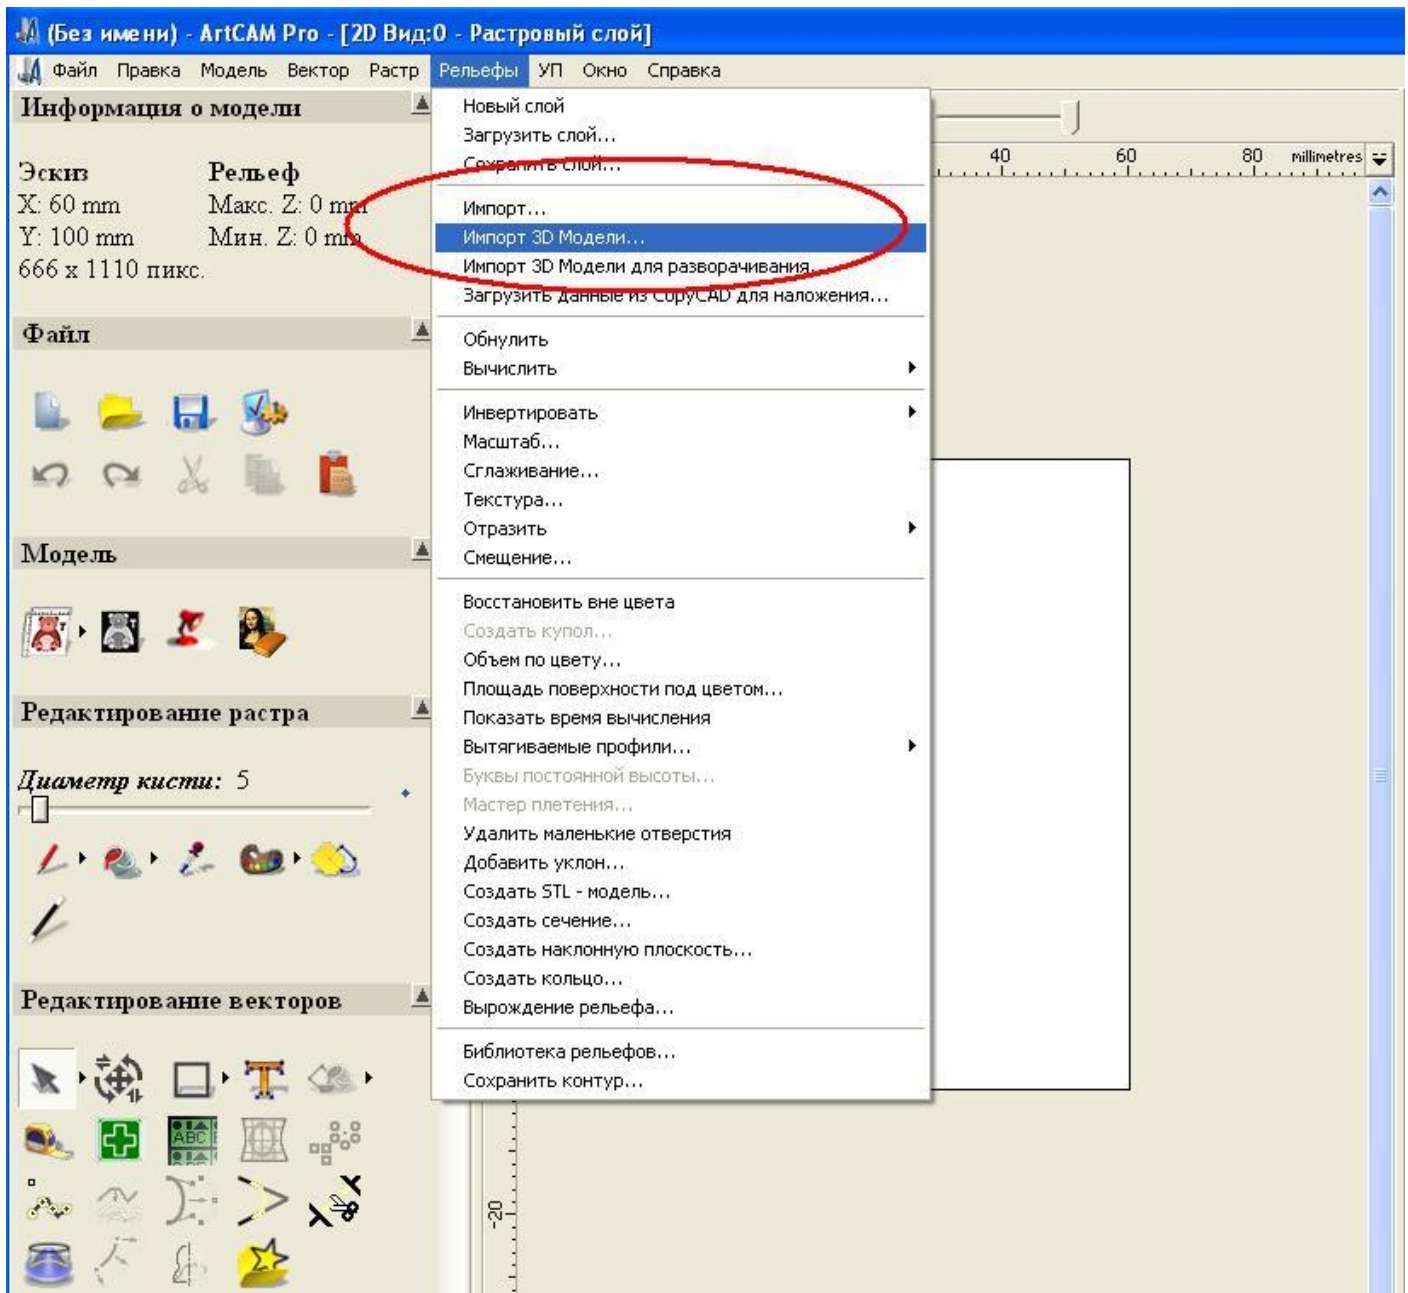

Рисунок 3
3. В меню выбираем Рельефы -> Импорт 3D Модели... для импорта файлов с расширением *.stl или Рельефы -> Импорт... для импорта файлов с расширением *.tif, рисунок 3.